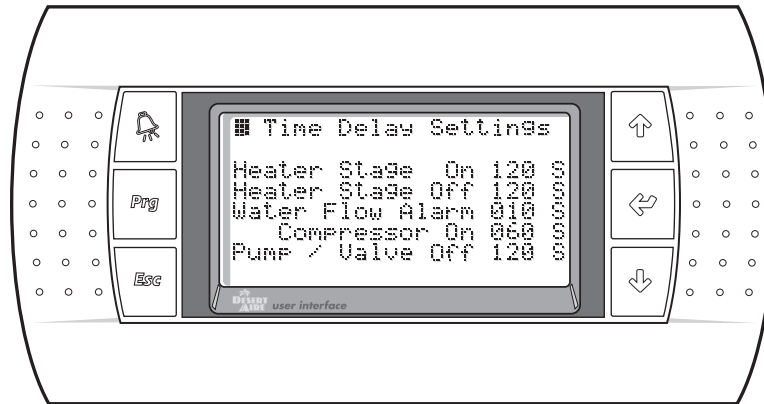

Figure 45
2.6.1.4 Timer Settings (Figure 45)